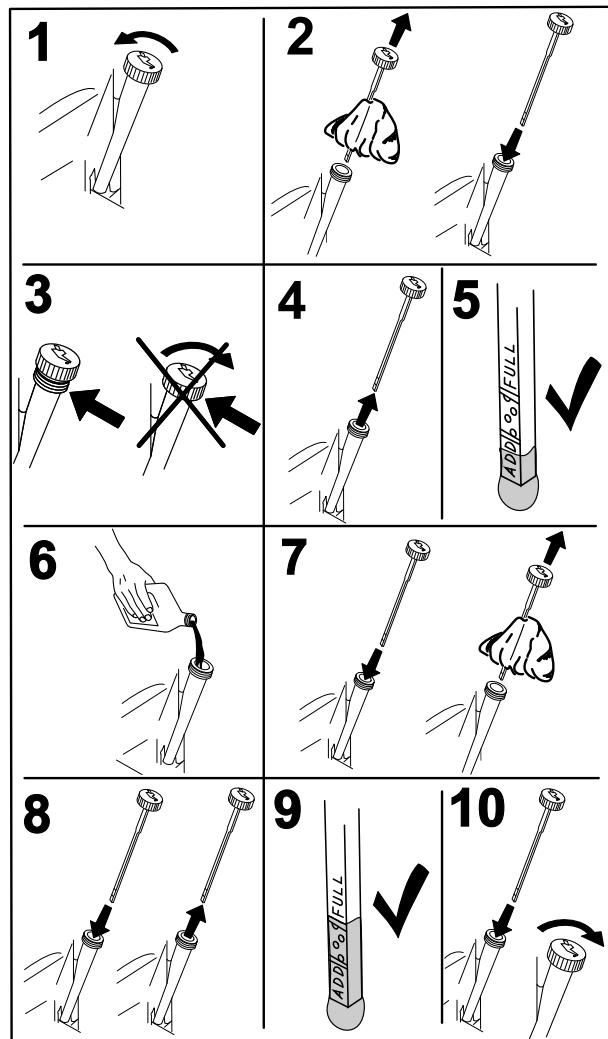

図 40
- エンジンを停止させ、キーを抜き取り、各部が完全に停止したのを確認してから運転位置を離れる図 40。